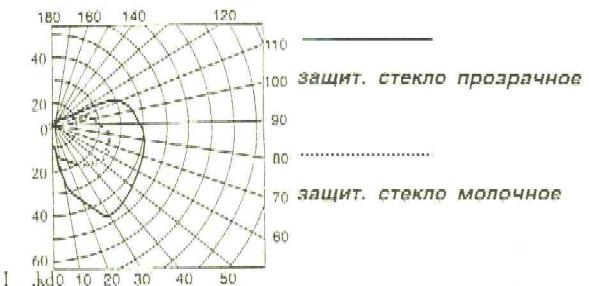

Рис.2
2.1. Распределение силы света светильников показано на рис.2. Тип кривой силы света для верхней полусферы – спиральная, для нижней полусферы -специальная.